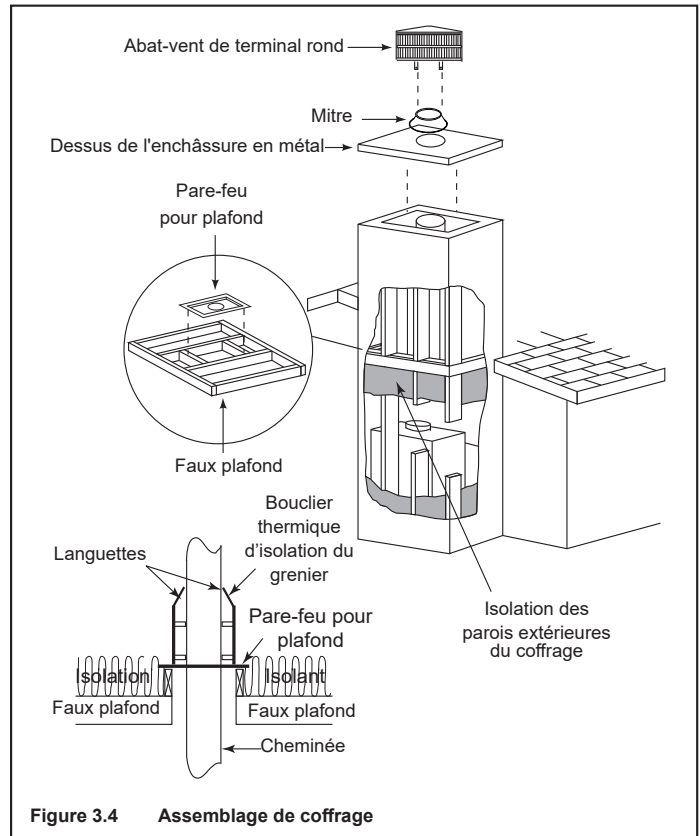

Figure 3.4 Assemblage de coffrage
Les parois, le plafond, la plaque de base et le sol en porte-à-faux du coffrage doivent être isolés (voir la Figure 3.4.) Équipez le coffrage de pare-vapeur et de pare-air, en conformité avec les codes locaux applicables au reste de la maison. En outre, Hearth & Home Technologies recommande de recouvrir les surfaces intérieures de placoplâtre et de colmater les raccords (ou l'utilisation d'une méthode équivalente) pour optimiser l'étanchéité.
- Dans les régions froides, les parois du coffrage doivent être isolées jusqu'au niveau du faux plafond, illustré à la figure 3.4. Cela aidera à diminuer les pertes de chaleur de la maison autour du foyer.